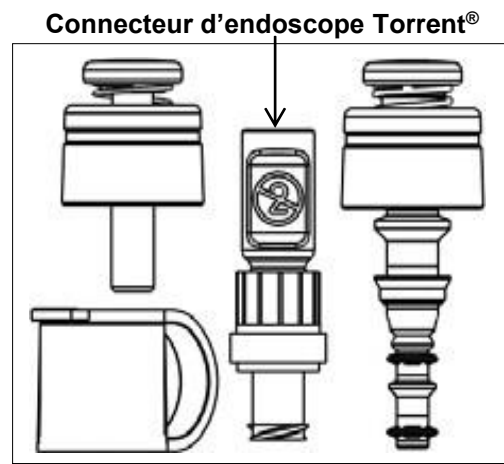

Figure 3
14. En cas d'utilisation du kit 4 pièces (voir Figure 3), fixer le connecteur d'endoscope d'irrigation **Torrent®**.